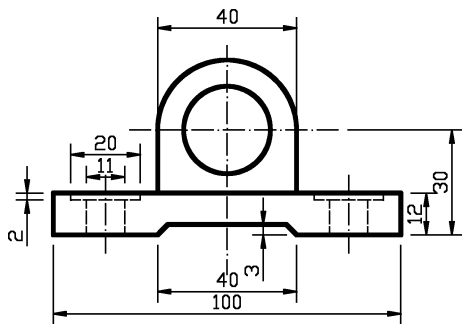

图 5-83 线性标注
8) 将前面新建的名为“机械标注”的标注样式设为当前的标注样式。在功能区单击“常用”选项卡→“注释”面板→“线性”按钮, 标注线性尺寸, 如图 5-83 所示。